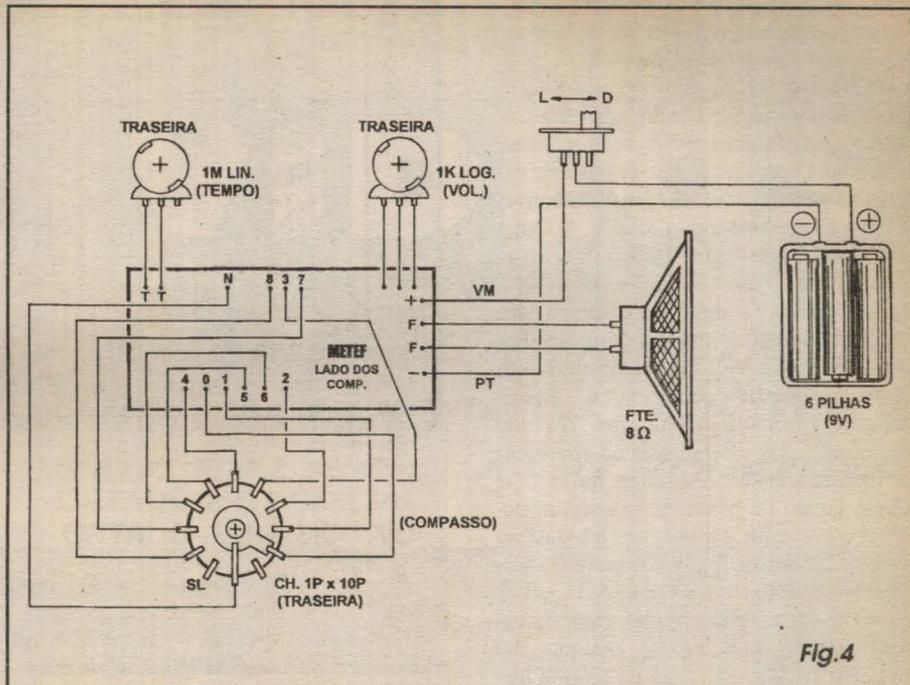

Fig.4
- **FIG. 4 - CONEXÕES EXTERNAS À PLACA** - Agora com a utilização efetiva das diversas ilhas/furos em posições periféricas (junto às bordas do impresso), codificadas e também mostradas no diagrama anterior, temos a placa ainda vista pelo seu lado não cobreado, enfatizando-se as conexões externas (também *muito* importantes, na presente montagem...). O alto-falante tem seus dois terminais ligados aos pontos **F-F**. Os potenciômetros de